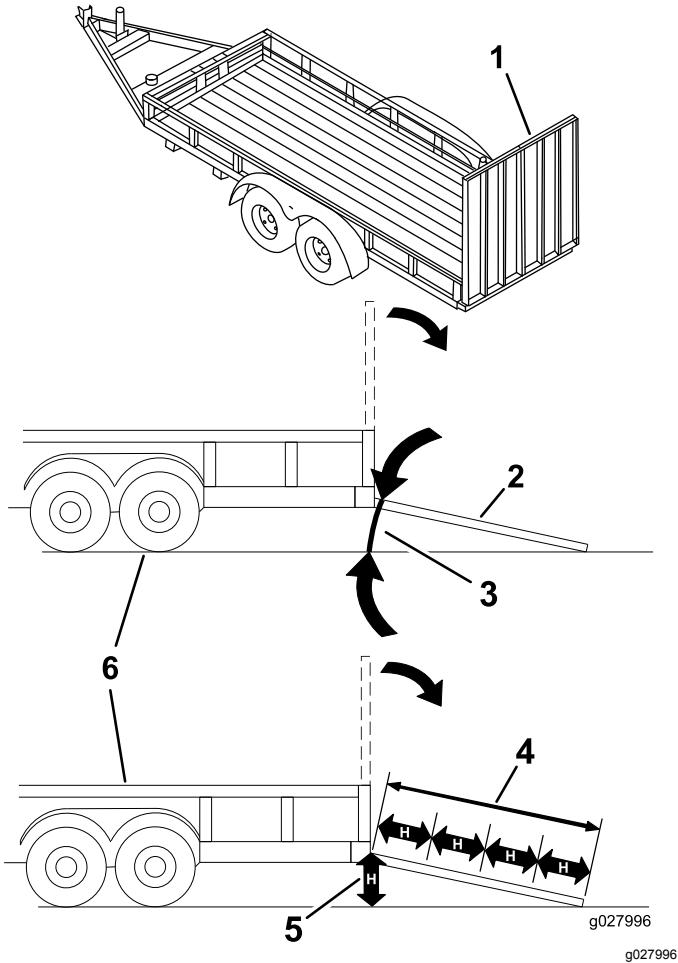

Figura 44
El cargar la máquina en un remolque o un camión aumenta la posibilidad de un vuelco y podría causar lesiones graves o la muerte (Figura 44).
3. Baje la rampa, asegurándose de que el ángulo entre la rampa y el suelo no supera los 15 grados (Figura 44).
1. Baje la rampa, asegurándose de que el ángulo entre la rampa y el suelo no supera los 15 grados (Figura 44).